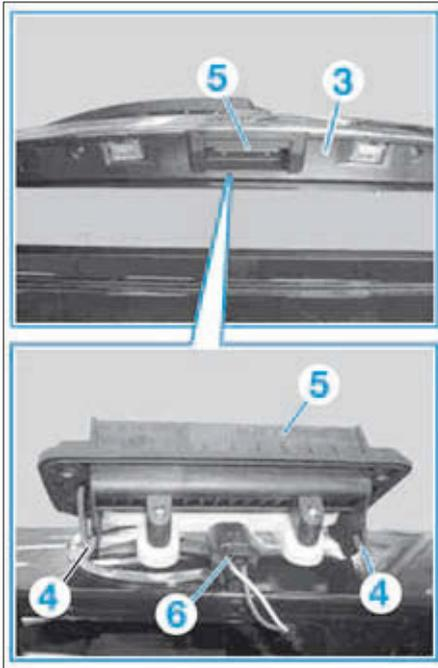

FIG. 88
- Au niveau des crochets (4), dégrafer la commande d'ouverture extérieure (5) (Fig.88).
- Débrancher le connecteur (6).
- Récupérer la commande d'ouverture extérieure (5).